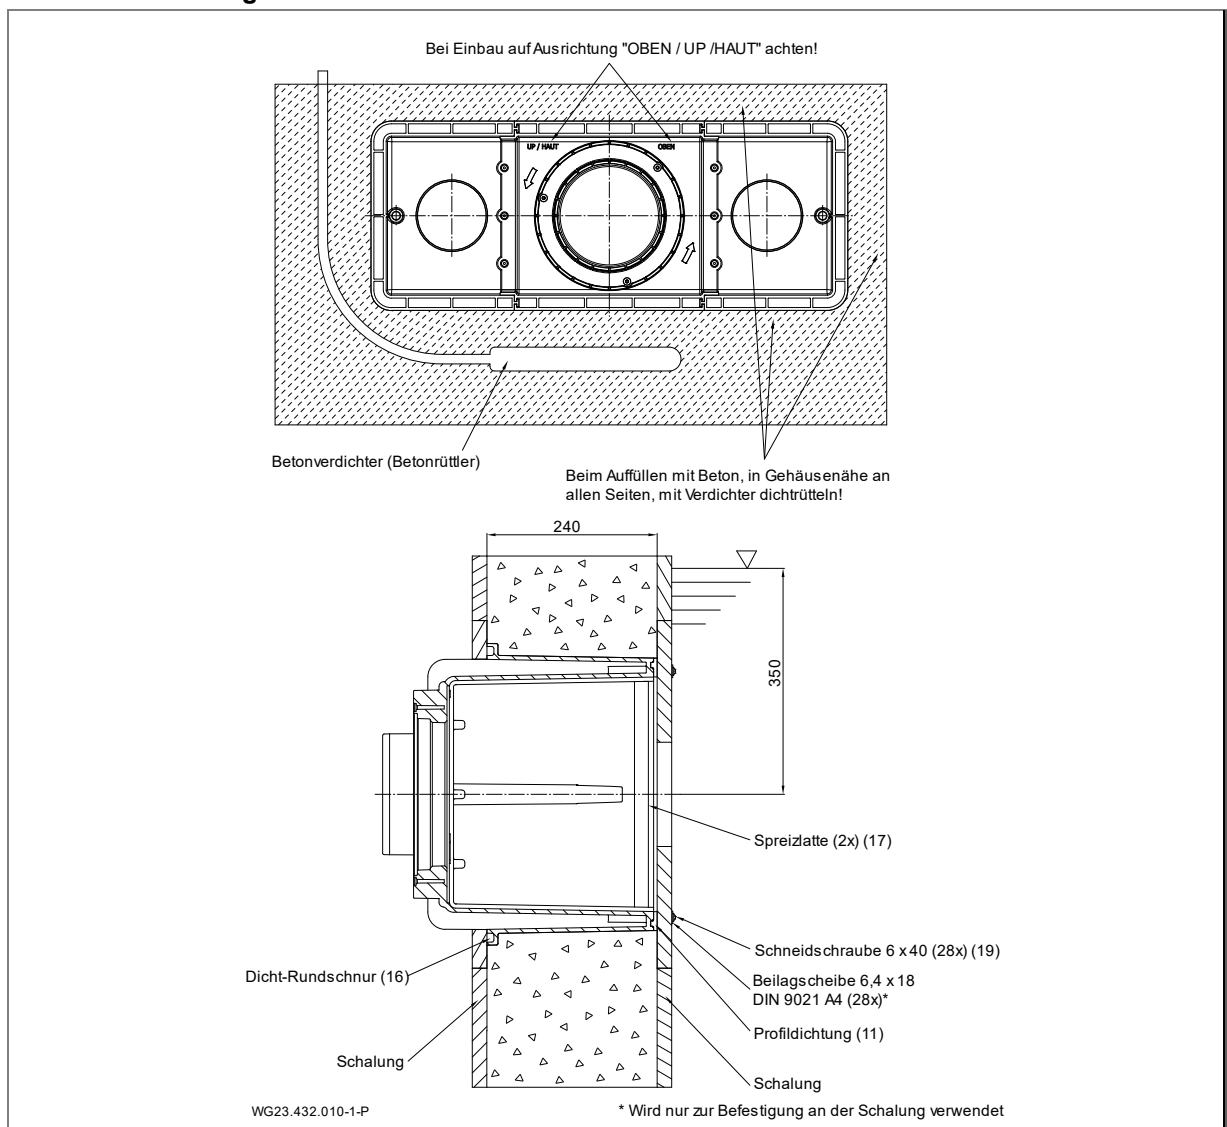

Abb. 6
Für die Abdichtung zur Betonwand wird empfohlen, einen umlaufenden Ring aus Epoxidharz/Quarzsand an der beckenseitigen Außenwand des Gehäßes (1) zu erstellen. Siehe "Abb. 6" auf Seite 15